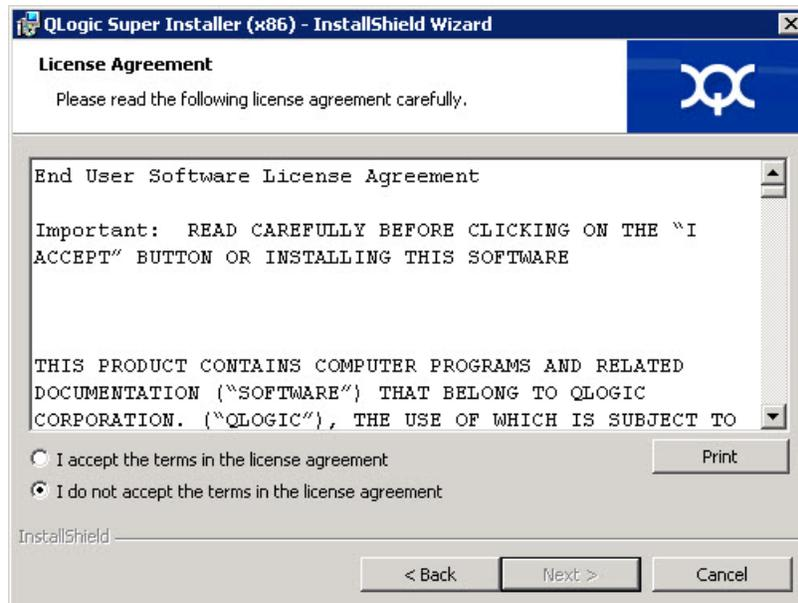

Figure 2-3. Assistant QLogic InstallShield : Fenêtre de contrat de licence
4. Dans la fenêtre de contrat de licence de l'Assistant (Figure 2-3 à la page 7) :